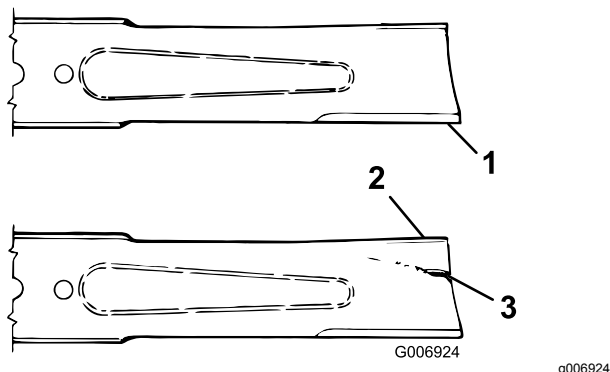

Figure 96
3. Examinez attentivement les tranchants de la lame, particulièrement au point de rencontre de la partie plane et de l'ailette (Figure 96).
4. Remplacez la lame si elle est usée (Figure 96) ; voir Dépose et pose d'une lame (page 67).